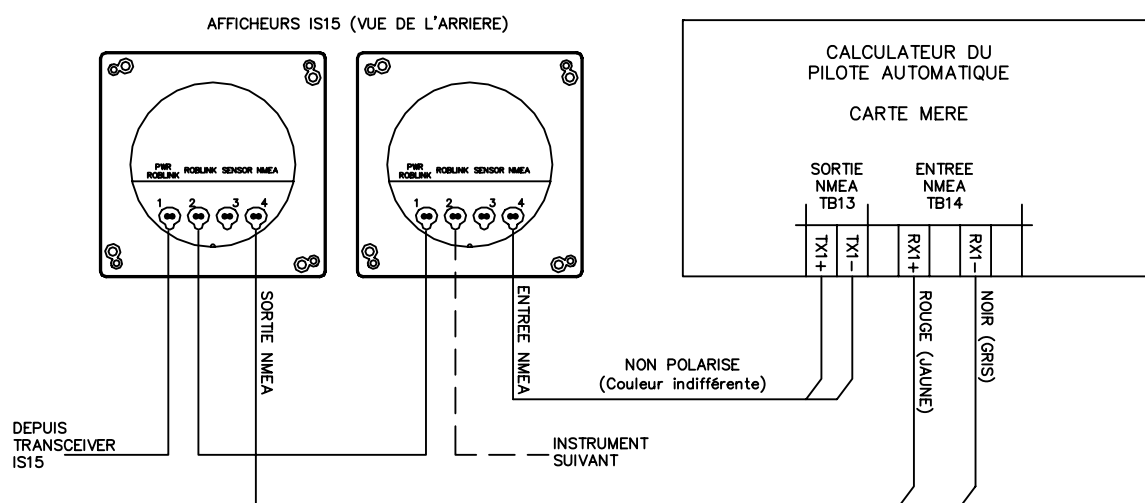

Figure 3-25 Connexion Instruments IS15 / Calculateur du pilote automatique
Effectuez la connexion à l'aide d'un câble Roblink, de la prise NMEA (4) de l'instrument à la carte mère du calculateur du pilote automatique (Bornes RX1+ et RX1-. Voir Figure 3-25).
Effectuez la connexion à l'aide d'un câble Roblink, de la carte mère du calculateur du pilote automatique (Bornes TX1+ et TX1-. Voir Figure 3-25) à la prise NMEA (4) de l'instrument.